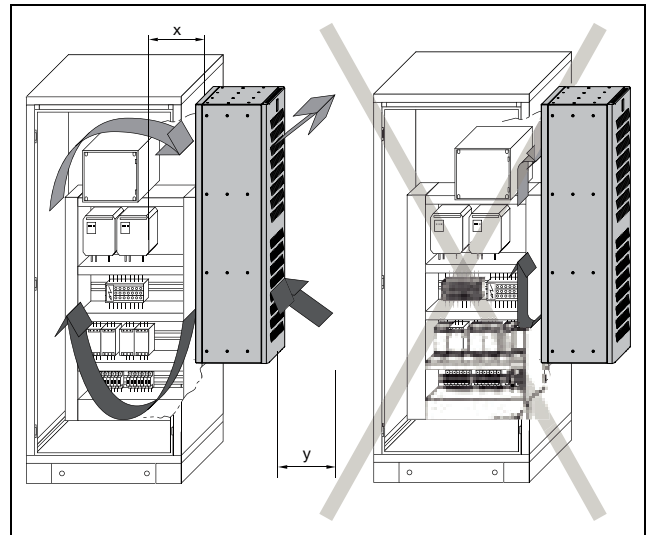

Abb. 6: Luftzirkulation im Schaltschrank
- Bemessen Sie den Abstand „x“ (Abb. 6) zu Elektronikbauteilen und anderen Schrankeinbauten so, dass die notwendige Luftzirkulation nicht verbaut und dadurch behindert wird.